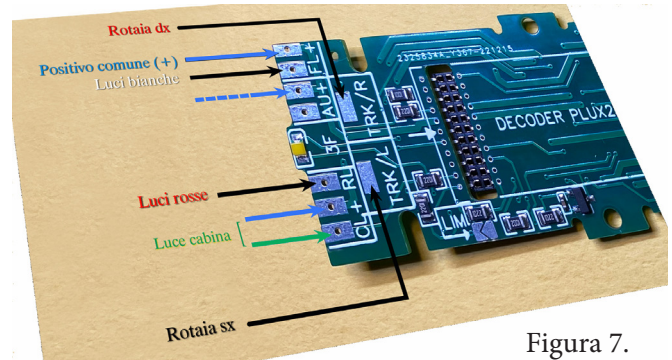

Figura 7. Collegamento dei fili su "CL" e "+"
24. Saldare poi i due fili del led sulle piazzole marcate "CL" e "+" (vedi Figura 7).